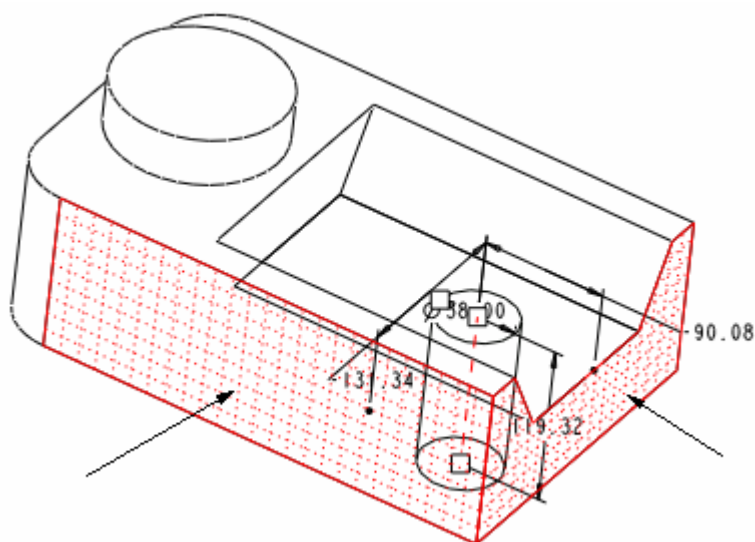

图 10-4
- (4) 单击【放置】按钮，选择“线性”标注方式，在“次参照”栏单击左键，激活该项。
- (5) 按下 Ctrl 键，移动光标，选择如图 10-4 中箭头所示的两平面作为孔的定位基准。